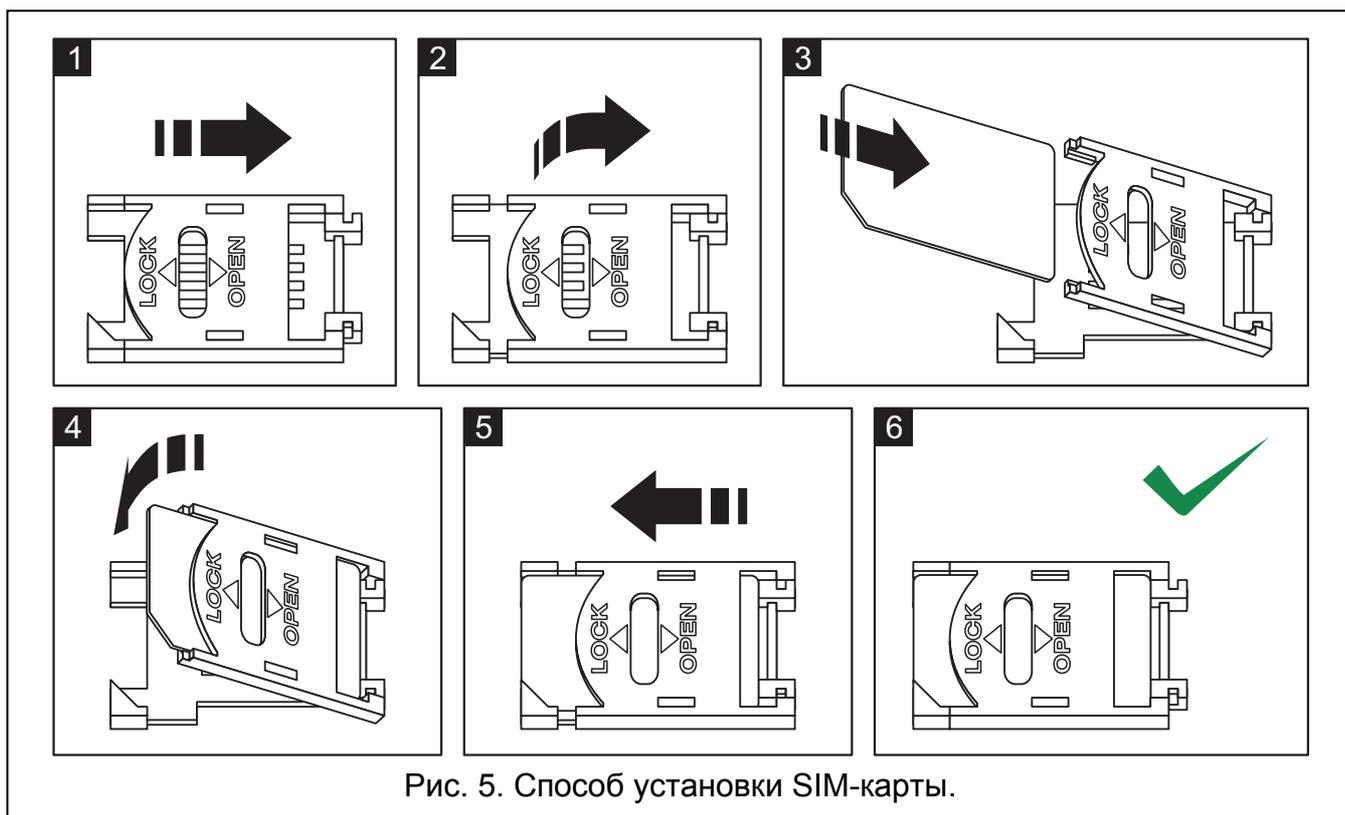

Рис. 5. Способ установки SIM-карты.
10. Вставьте SIM-карту в держатель (см.: рис. 5).